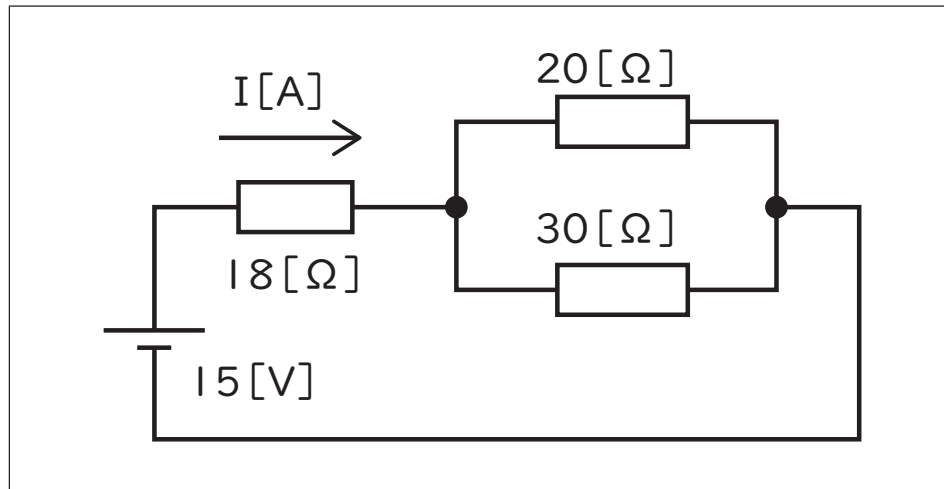

図 2
(6) 次の図 2 に示す回路について、電流 I [A] の値として最も適切なものを 1 ～ 5 から一つ選べ。